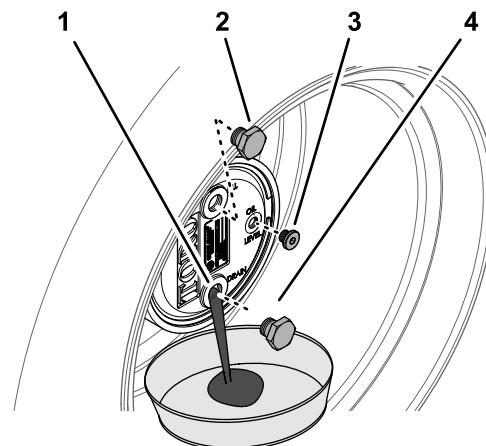

Figura 105
- Retire o tampão de enchimento da posição das 12 horas e o tampão de verificação da posição das 3 horas (Figura 105).
- Coloque o recipiente de escoamento por baixo do cubo da roda, retire o tampão de drenagem e deixe o óleo escorrer até drenar completamente (Figura 105).
- Instale o tampão de drenagem no orifício de drenagem da caixa da engrenagem planetária (Figura 105).